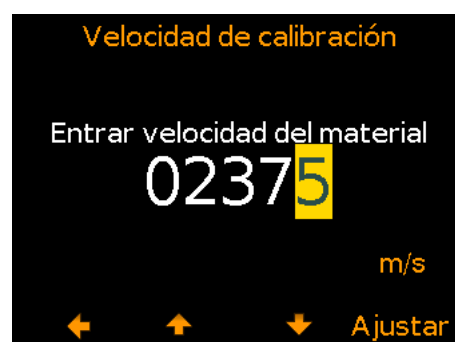

Figura 16
- 2 Introduzca la velocidad del sonido conocida empleando las teclas programadas $\uparrow\downarrow$ para seleccionar entre 0 y 9, y la tecla programada \rightarrow para pasar al siguiente dígito, seguido de 'Ajustar' para utilizar el valor introducido (Figura 16).